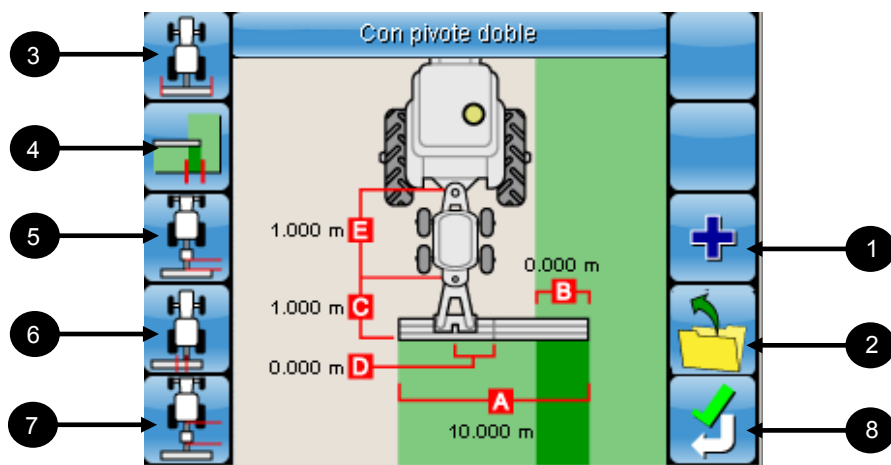
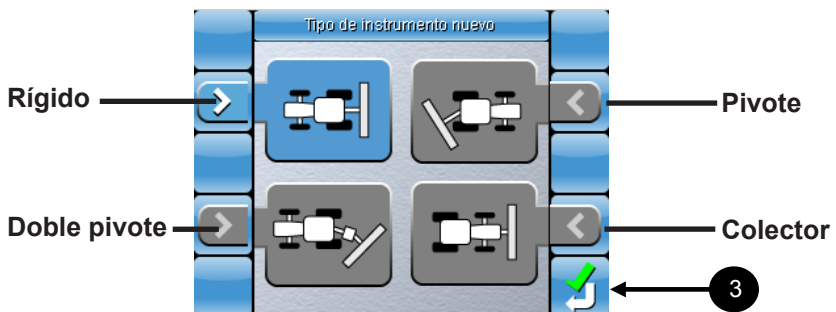

Figura 6-27. Pantalla de configuración del implemento
Figura 6-28. Pantalla de tipo de implemento nuevo
1. Seleccione  (figura 6-27) para crear una nueva configuración del implemento.
1. Seleccione **Nuevo** (figura 6-27) para ingresar en la **pantalla de tipo de implemento nuevo** (figura 6-28).
2. Seleccione el tipo de implemento. En la figura 6-28, la flecha situada junto a **Rígido** es azul, lo que indica que **Rígido** es el tipo de implemento seleccionado actualmente.